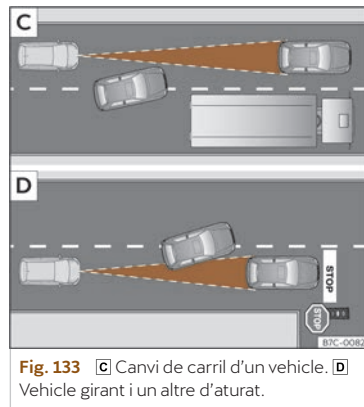

Fig. 133 C) Canvi de carril d'un vehicle. D) Vehicle girant i un altre d'aturat.
- Vehicles que canviïn al carril pel qual esteu circulant i a poca distància del vostre vehicle >>> **fig. 133 C).**
Podria ser que l'ACC no reaccionés davant de vehicles aturats. Si un vehicle detectat per l'ACC gira o s'aparta i davant seu hi ha un vehicle aturat, l'ACC no reaccionarà a la seva presència >>> **fig. 133** .